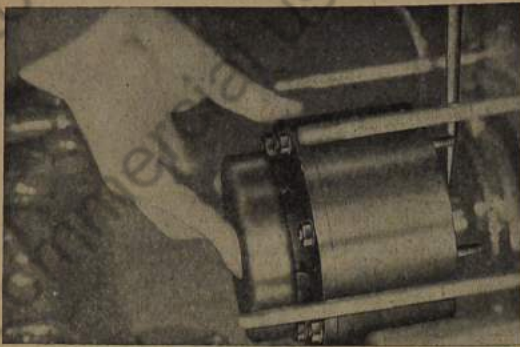

Bild 445: Freilaufsperrung vom Flansch der Hauptwelle abdrücken
10. Mit Schraubenzieher die Freilaufsperrung vom Flansch der Hauptwelle ganz abdrücken und abnehmen (Bild 445).